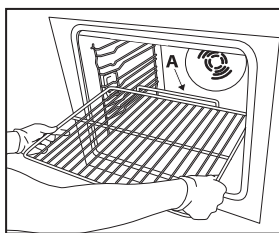

Рис. 1
1. Вставьте решетку горизонтально, так, чтобы выступ А был сверху (Рис. 1).